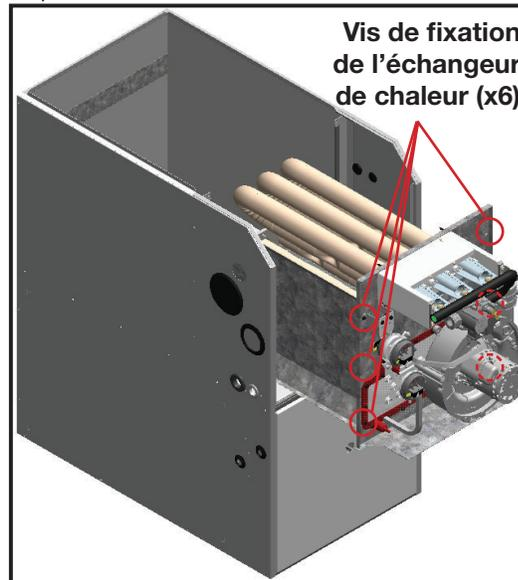

Fig. 6: Échangeur de chaleur modulaire
12. Retirez les trois vis de chaque côté des rails latéraux de l'échangeur de chaleur (**Fig. 6**). Une fois tous les composants nécessaires débranchés, l'échangeur de chaleur modulaire peut être facilement retiré pour l'inspection, l'entretien et le nettoyage. **REMARQUE** : Si un joint d'étanchéité du cabinet supérieur ou du module de l'échangeur de chaleur est endommagé pendant ce processus, il doit être retiré et remplacé.